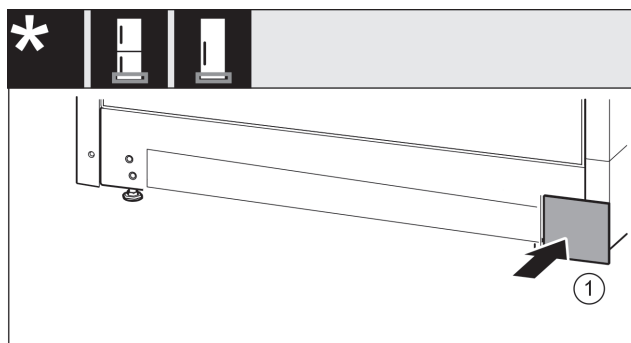

Fig. 37
- ▶ Poggiare nuovamente la copertura sull'altro lato. *Fig. 37 (1)*